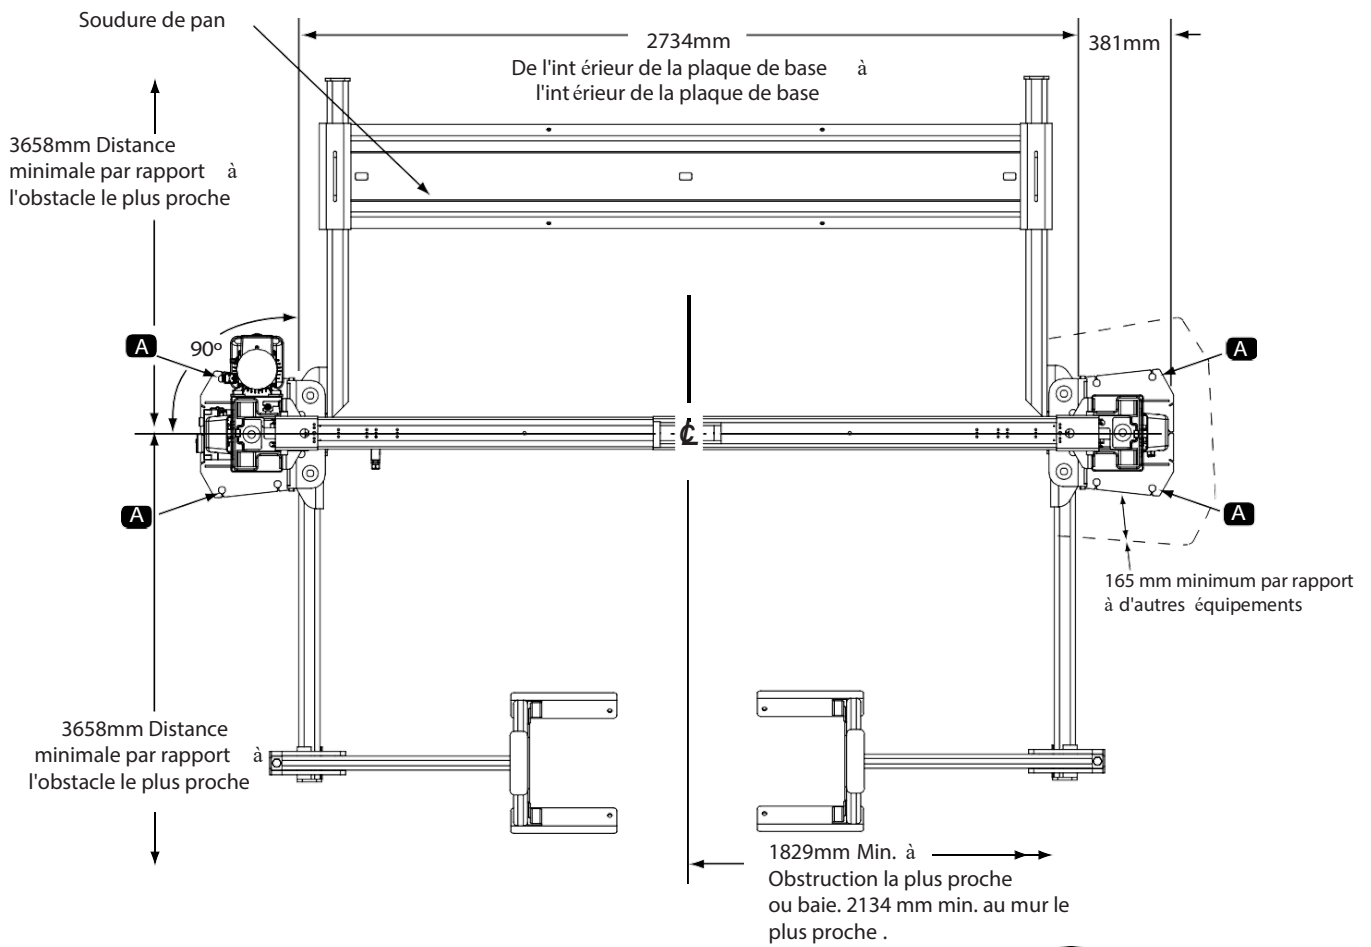

Fig. 1
Utiliser le plan d'architecte lorsqu'il est disponible pour localiser le pont élévateur. La figure 1 montre les dimensions d'une cale typique.
Placez les colonnes dans la travée en respectant les dimensions indiquées à la figure 1. La colonne étant posée sur le sol, deux personnes peuvent soulever le haut de la colonne et marcher vers la base. Lorsque la colonne s'approche de la verticale, l'une des deux personnes doit se déplacer sur le côté opposé de la colonne et l'aider à mettre lentement la colonne à plat sur sa base. Les deux plaques de base de la colonne doivent être d'équerre par rapport à l'axe du pont élévateur. Des encoches sont pratiquées dans chaque plaque de base pour indiquer l'axe du pont élévateur. À l'aide de l'équipement approprié, soulever le chariot jusqu'à la première position de verrouillage. S'assurer que le verrou est bien enclenché.
5c. Pour s'assurer que les rails gauche et droit sont parallèles, installer la pièce soudée du plateau, Fig. 1, à une extrémité et la faire glisser vers le chariot. Si le plateau se bloque lors du glissement, il se peut que les rails ne soient pas alignés. Revérifier. Une fois que les colonnes sont en position et que les rails sont parallèles, percer et ancrer les colonnes en utilisant UNIQUEMENT les points d'ancrage d'angle indiqués sur la Fig. 1 par la lettre (A) en utilisant les procédures de perçage et d'ancrage appropriées (**voir Section 6a Béton et ancrage**). Une fois que les deux colonnes ont été ancrées, la soudure du panneau et les rails peuvent être retirés pour terminer l'installation de l'élévateur. Terminer le perçage et l'ancrage des ancrages restants, voir section 6a.